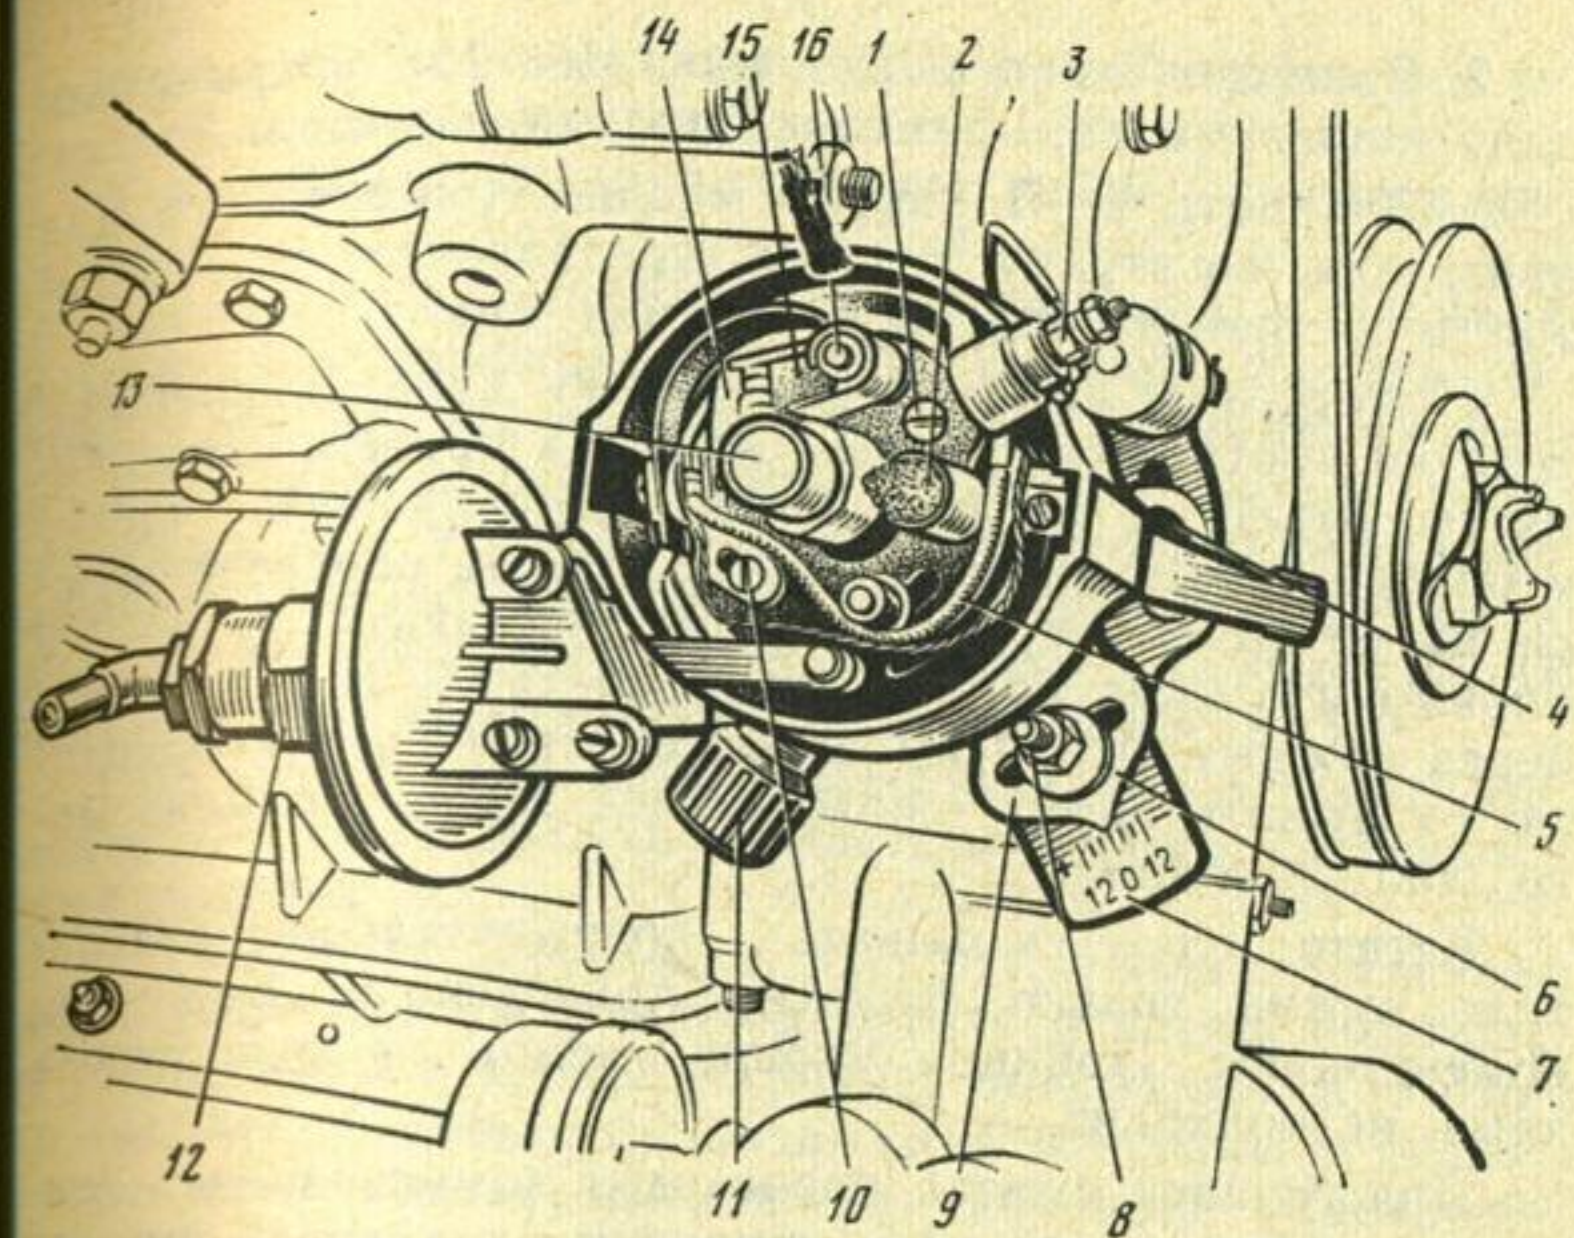

Рис. 9. Распределитель зажигания (со снятыми крышкой и ротором):
2. Медленно поворачивая пусковой рукояткой коленчатый вал двигателя, установите кулачок в положение, когда зазор между контактами прерывателя будет наибольшим, т. е. когда подушечка рычажка 15 (рис. 9) прерывателя установится на вершине грани кулачка.
2. Поверните коленчатый вал двигателя пусковой рукояткой до приближения токоразносной пластины ротора к зажиму 3 (см. рис. 9) низкого напряжения корпуса распределителя. Этому положению ротора соответствует такт сжатия в первом цилиндре. Продолжая вращать вал, установите поршень первого цилиндра в положение, соответствующее моменту проскакивания искры между электродами свечи (10° до в. м. т.).
3. Ослабьте гайку 8 (см. рис. 9) шпильки, стягивающей пластины 7 и 9 октан-корректора распределителя, и установите его корпус в среднее положение. Для этого совместите стрелку 6 подвижной пластины 9 октан-корректора (жестко связанной с корпусом распределителя) с нулевой отметкой шкалы, нанесенной на пластине 7 (перемещающейся относительно корпуса распределителя), закрепляющей распределитель зажигания при помощи шпильки 4 на двигателе, и затяните гайку 8.